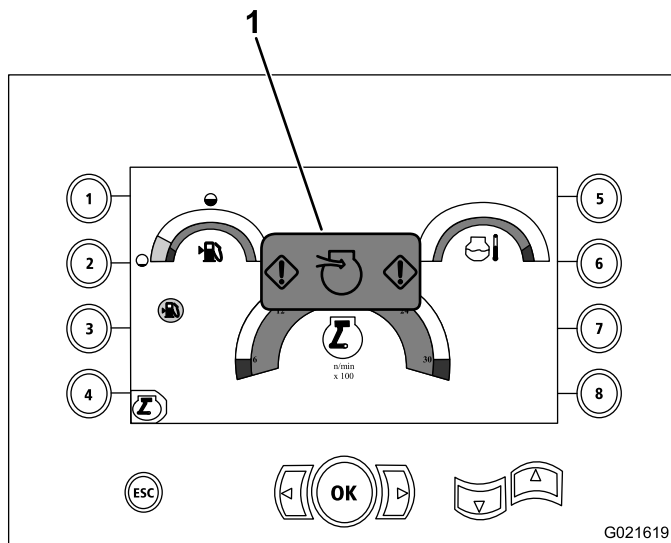

Рисунок 113
2. Проверьте индикатор засорения воздухоочистителя на странице дисплея, как показано на Рисунок 113.